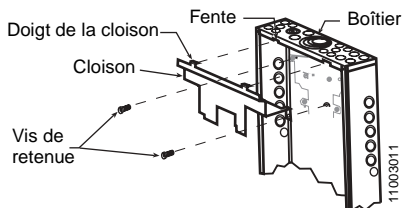

Figure 1 : Retrait de la cloison
3. Retirer la cloison d'isolation de la zone de terminaison de ligne. Voir la figure 1.